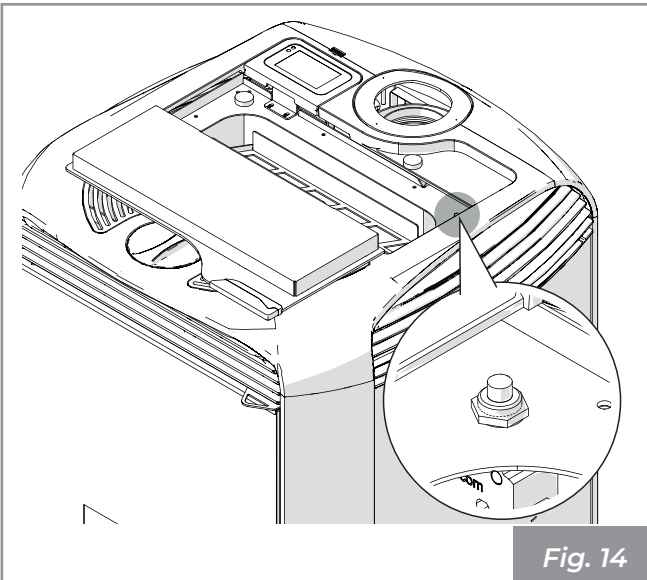

Fig. 14
- È presente un sensore all'interno del serbatoio (**Fig. 14**). Non lasciare aperto lo sportello per un lungo periodo onde evitare che il sensore di chiusura notifichi lo stato di sportello aperto, attraverso un allarme acustico.
- There is a sensor inside the tank (**Fig. 14**). Do not leave the hatch open for a long time to prevent the closing sensor from notifying the door open status via an acoustic alarm.
- Im Inneren des Trichters befindet sich ein Sensor (**Fig. 14**). Lassen Sie die Tür nicht über einen längeren Zeitraum offen, um zu verhindern, dass der Schließsensor den Status der offenen Tür durch einen akustischen Alarm meldet.
- Un capteur est situé à l'intérieur du réservoir (**Fig. 14**). Ne pas laisser la porte ouverte pendant une longue période afin d'éviter que le capteur de fermeture ne signale l'état de porte ouverte par une alarme sonore.
- Dentro del depósito hay presente un sensor (**Fig. 14**). No dejar la puerta abierta por un largo periodo con el fin de evitar que el sensor de cierre notifique el estado de puerta abierta, mediante una alarma acústica.